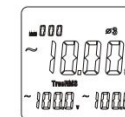

Figura 7-5
- Așa cum se arată în Figura 7-5, apăsați tasta SELECT pentru a selecta locația celei de-a 3-a faze. De asemenea, poate afișa puterea activă, tensiunea și curentul locației fazei 3. ϕ